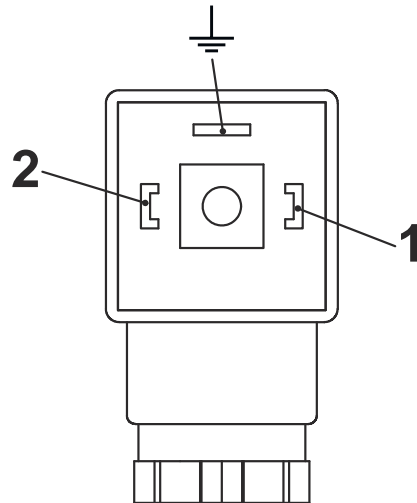
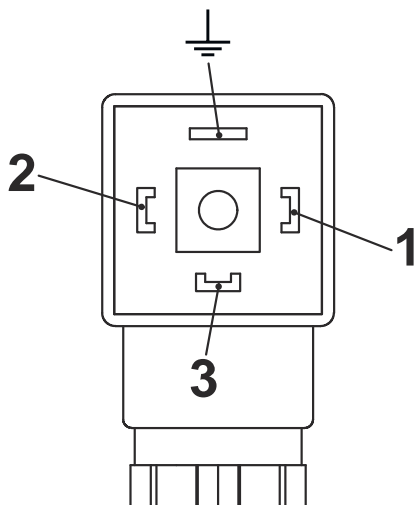

Abb. 27: Pin-Belegung Steckerdose Schließer (Form 30x70)
Abb. 28: Pin-Belegung Steckerdose Wechsler (Form 30x70)
6. ➔ Anschluss gemäß den Anschlussbildern (Abb. 27 und Abb. 28) vornehmen